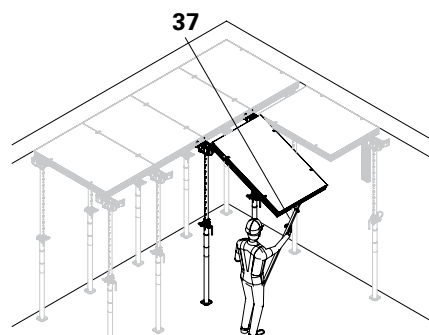

Fig. D2.14b
2. Sollevare il pannello DP con l'asta di montaggio DUO (37) e puntellarlo con l'asta. (Fig. D2.14b)